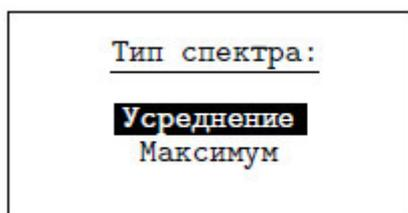

Рисунок 18
3.4.9. *"Тип спектра"* - выбор способа формирования результирующего спектра при анализе дампв сигнала: максимальный или усредненный (рис. 18)